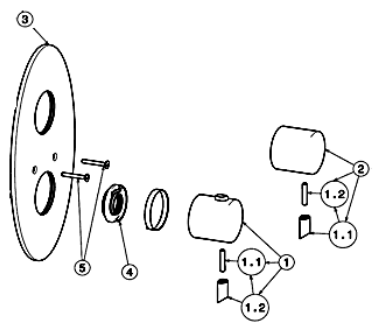

Rys.3
3. Należy zamontować zewnętrzne części w kolejności, podanej na rysunku (rys. 3).